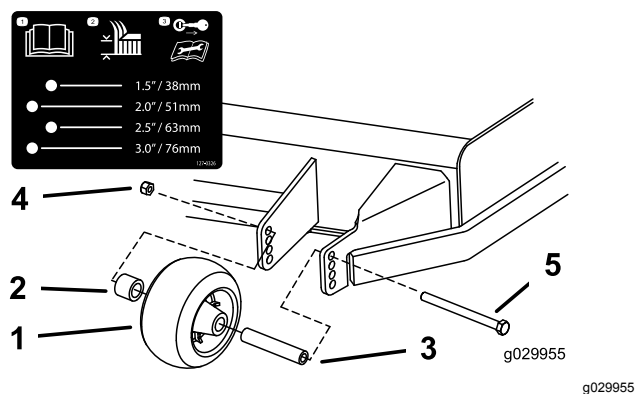

Figura 27
3. Ajuste los rodillos protectores del césped, tal y como se muestra en la Figura 27.